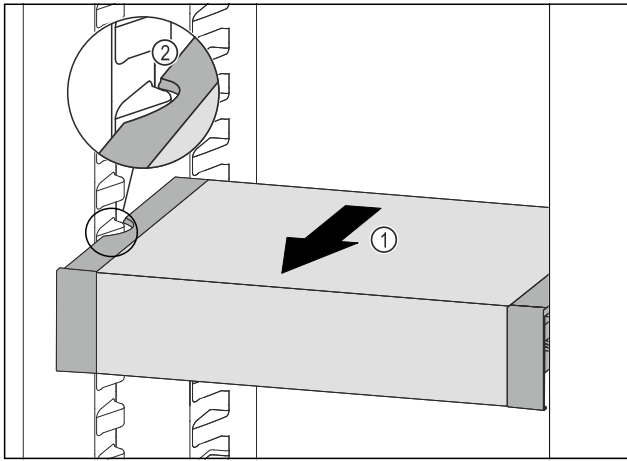

Fig. 248
- VarioSafe nach vorne ziehen Fig. 248 (1), bis sich die seitlichen Aussparungen des VarioSafes auf Höhe der Behälterrippe im Kühlteil befinden. Fig. 248 (2)